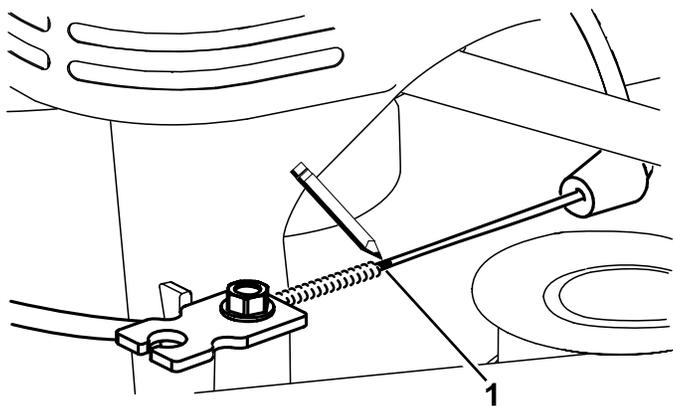
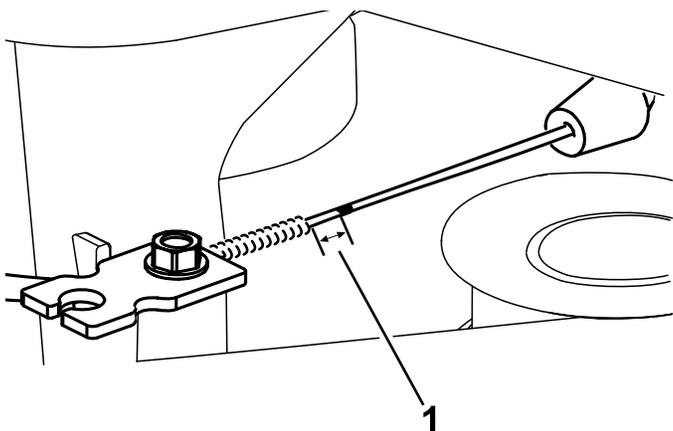

Figura 49
Figura 50
7. Contrassegnate il cavo del freno (Figura 49), poi regolate la guaina fino a quando non è presente un allentamento di circa 3 mm (Figura 50).